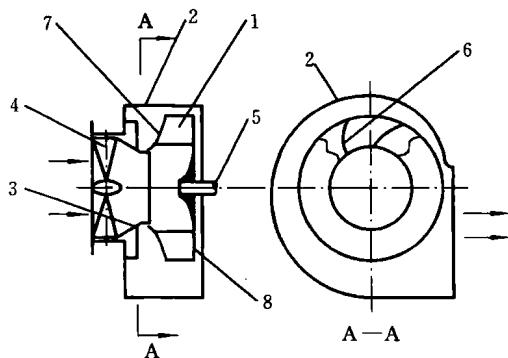
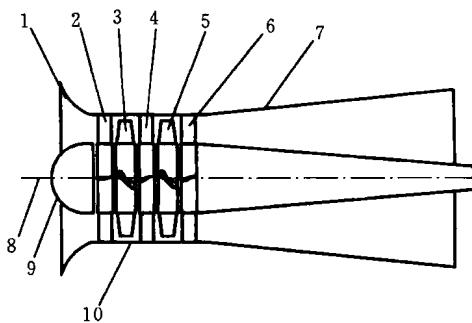

图 1-5 单级、单侧进风离心式风机示意图
图 1-6 两级轴流式风机示意图
(1) 根据气体在叶轮内部的流动方向可分为离心式(气体沿轴向进入叶轮,在叶轮内转为径向流出,如图 1-5 所示)和轴流式(气体沿轴向进入叶轮,经叶轮后仍沿轴向流出,如图 1-6 所示)。
(2) 根据叶轮数目可分为单级(风机内只有一个叶轮,如图 1-5 所示)和两级(风机内有两个叶轮,如图 1-6 所示)。
(3) 根据风机产生的压力大小可分为低压风机(全压小于 1 000 Pa)、中压风机(全压为 1 000~3 000 Pa)和高压风机(全压
轴流式风机的主要零部件也是叶轮、主轴和机壳，叶轮由轮毂和叶片组成。图 1-6 所示为轴流式风机结构简图，当主轴带动叶轮旋转时，叶片间的气体从旋转的叶轮中获得能量，并从轴向流出，同时叶轮入口处形成负压，使外界空气由轴向流入叶轮。叶轮连续旋转，就能源源不断地输出有压气体。